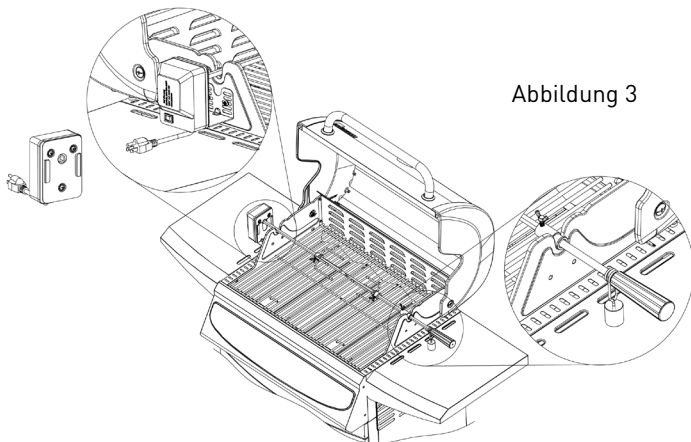

Abbildung 3
3. Bringe die Motorhalterung an der Seite des Grillgehäuses an (Abb. 2). Der Spieß sollte gerade durch die Drehspießhalterung verlaufen. Um die passende Höhe zur Montage zu ermitteln, stecke den Motor mit eingerastetem Spieß in die Motorhalterung und halte alles am Grillgehäuse an, ehe du die Schrauben in das Gehäuse drehst (Abb. 3).